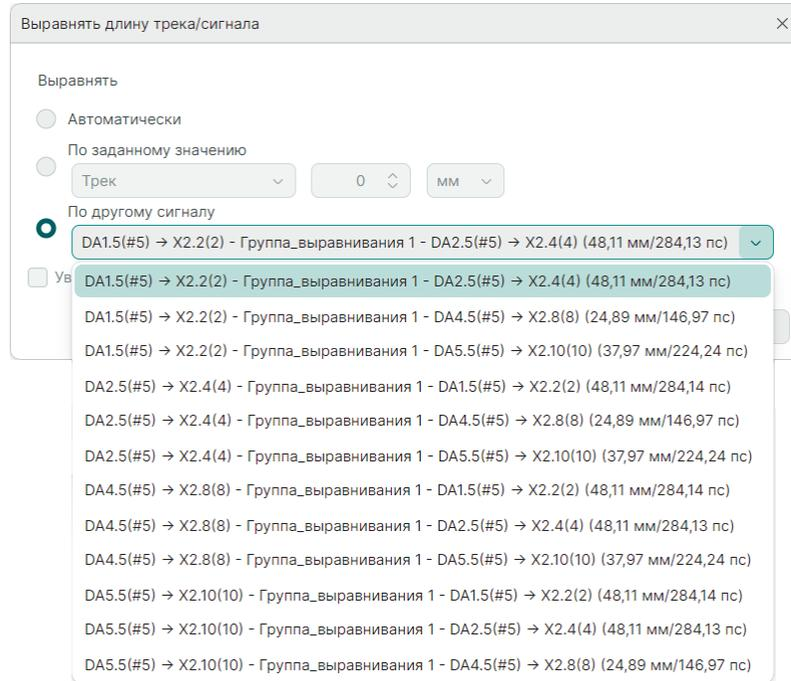

Рис. 427 Выбор сигнала для выравнивания
4. Установите флаг в чек-бок «По другому сигналу», выберите сигнал для выравнивания и нажмите кнопку «ОК», см. Рис. 427.